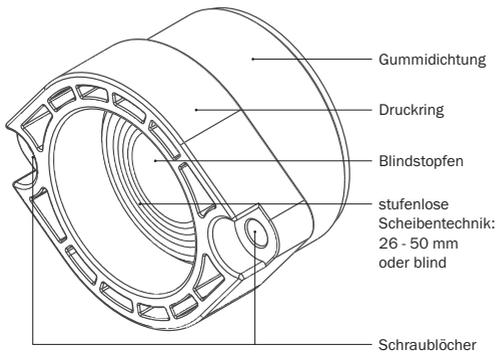

Abbildung 13.2: **KRASO® BKP - Wand - Dichteinsatz - Wasser -** Scheibentechnik
- Entfernen Sie den Blindstopfen des **KRASO® BKP - Wand - Dichteinsatzes - Wasser -** und passen Sie die Gummidichtung anhand der vorgegebenen, stufenlosen Scheibentechnik (26 - 50 mm oder blind) entsprechend dem Rohrleitungsdurchmesser an (s. Abbildung 13.2).